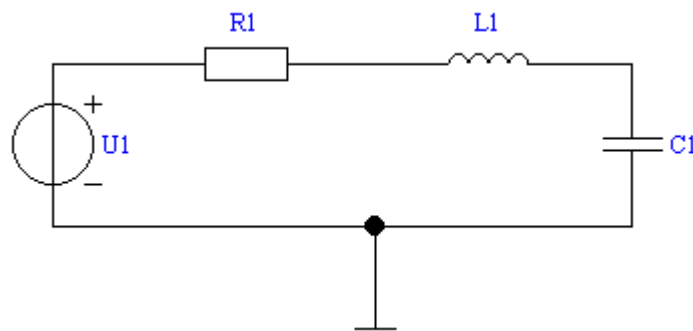

Рис. 2.1
2.3. В соответствии со своим номером варианта выпишите из табл. 2.1 значения параметров RLC -контура (рис. 2.1) и рассчитайте значение $C_{кр}$, при котором возникает
3.2. Постройте на экране дисплея схему последовательного RLC -контура, показанного на рис. 2.1 (приложение, пп.1, 2). Ко входу контура подсоедините источник напряжения. Смоделируйте источник прямоугольных импульсов с $t_{и} = 200$ мкс.